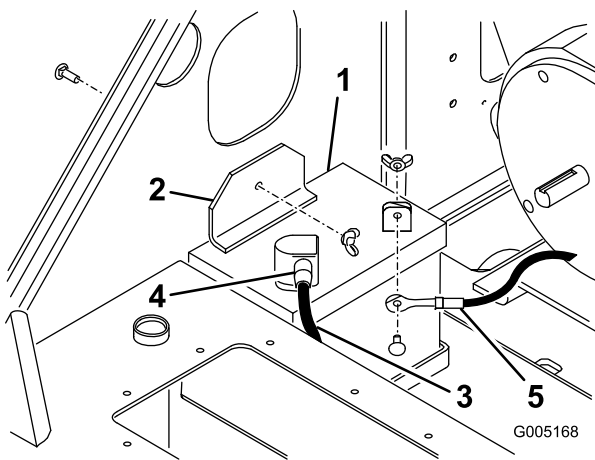

Figure 27
3. Enlevez l'écrou à oreilles et le boulon qui fixent la fixation de la batterie et la barrette (sous la fixation), et déposez la fixation et la barrette (Figure 27).
8. Placez la batterie dans le châssis (Figure 27).
9. Fixez la batterie dans le châssis (Figure 27).
10. Connectez le câble positif (rouge) à la borne positive (+) de la batterie à l'aide du boulon et de l'écrou papillon fournis avec la batterie (Figure 27). Glissez le capuchon en caoutchouc sur la borne de la batterie.
11. Connectez le câble négatif (noir) à la borne négative (-) de la batterie à l'aide du boulon et de l'écrou papillon fournis avec la batterie (Figure 27).